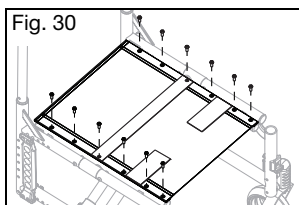

Fig. 30
2. Afloje los tornillos de cabeza de estrella (Fig. 30) en el mismo lado de la tapicería del asiento que la lengüeta de tensión ajustable.
6. Vuelva a apretar los tornillos de cabeza de estrella (Fig. 30).
1. Quite los tornillos de cabeza de estrella de 5 mm (Fig. 30) de los rieles del asiento a cada lado del chasis y déjelos a un lado.
5. Coloque de nuevo los tornillos de cabeza de estrella de 5 mm (Fig. 30) enroscándolos parcialmente en su lugar. Una vez que todos los tornillos estén posicionados en su sitio, regrese sobre cada uno de ellos y fíjelos bien.